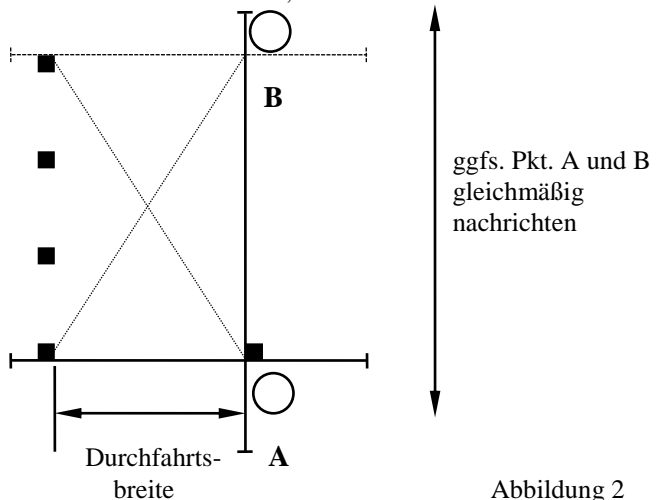

Abbildung 2
Steht die erste Reihe der Bodenanker vollständig, muß ein rechter Winkel gebildet werden, um die Anker der gegenüberliegenden Reihe rechtwinklig setzen zu können. Dafür ziehen Sie erneut eine Schnur von der Außenkante (AK) des ersten Ankers der vorhandenen Reihe zur gegenüberliegenden Seite, wo der erste Bodenanker der zweiten Reihe stehen soll. Markieren Sie die Durchfahrtsbreite an diesem Punkt (Markierung **A**). Ziehen Sie nun eine zweite Schnur von der Markierung **A** im rechten Winkel nach hinten (Längsseite des Carports). Markieren Sie auf dieser Schnur gemäß Pfostenplan das Längsmaß von AK Pfosten zu AK Pfosten (Markierung **B**). - siehe Abb. 2